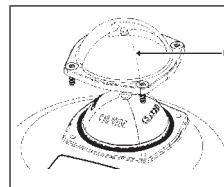

Bild 11: Haube
- Haube des Stellungsanzeigers 1 inkl. den Dichtring durch Lösen der vier Befestigungsschrauben abnehmen und die Haube entfernen (siehe „Bild 11“).